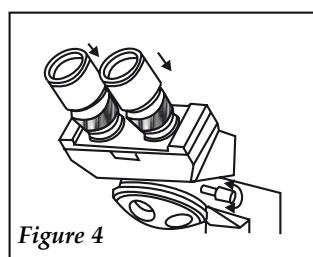

Figure 4
♦ Monte el cabezal ajustándolo con el tornillo que lleva incorporado. Inserte el / los ocular/es (WF10x, P16x) (fig. 4). El tubo binocular se coloca normalmente en dirección del frente del microscopio, pero si fuese necesario puede colocarse en cualquier otra dirección.
- ♦ Monter la tête du microscope en serrant la vis qu'incorpore. Mettre les oculaires (WF10x, P16x). Normalement le tube binoculaire se place en direction du front du microscope, mais il peut se placer en autres directions (fig. 4).